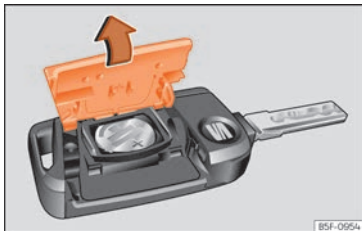

Abb. 73 Fahrzeugschlüssel: Deckel des Batteriefachs öffnen.
- Abdeckung auf der Rückseite des Fahrzeugschlüssels »» **Abb. 73** in Pfeilrichtung abnehmen »» ⚠.
- Abdeckung wie gezeigt ansetzen »» **Abb. 73** und entgegen der Pfeilrichtung auf das Fahrzeugschlüsselgehäuse drücken, bis sie einrastet.